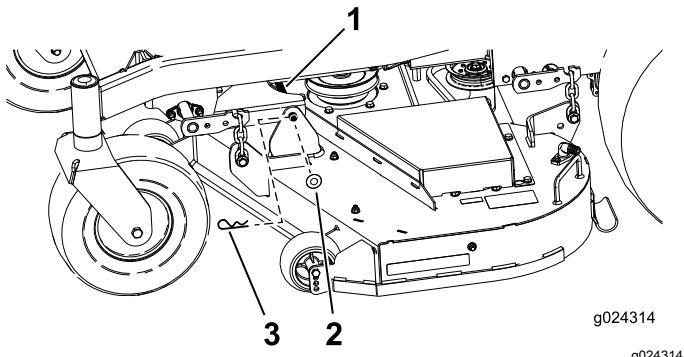

Bild 74
- 1. Nehmen Sie den Splint und die Scheibe ab, mit denen der Steckstift am Rahmen und Mähwerk befestigt ist, und nehmen Sie die Lenkerstange ab (Bild 74).
9. Befestigen Sie den Steckstift mit den vorher entfernten Splinten und Scheiben (Bild 74).